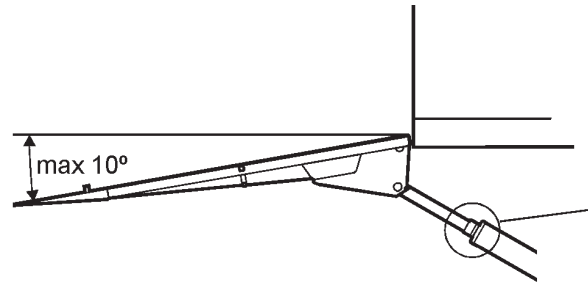
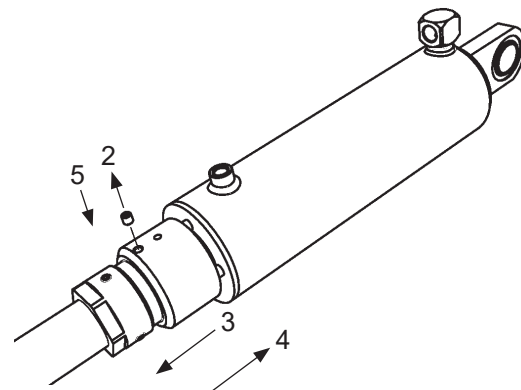

Bild 48. Nedtiltningsvinkel ska justeras till max 10°
Bild 49. Anslag och dess låsskruv
2. Lossa anslagets låsskruv (2). Skruva anslaget helt tillbaka i riktning mot lyftbryggan (3). Se Bild 49.
3. Tilta ner bryggan till max 10 grader under horisontalplanet. Se Bild 48.
4. Justera anslaget helt mot cylinderns topp (4).
5. Drag fast låsskraven i anslaget (5). Se Bild 49.